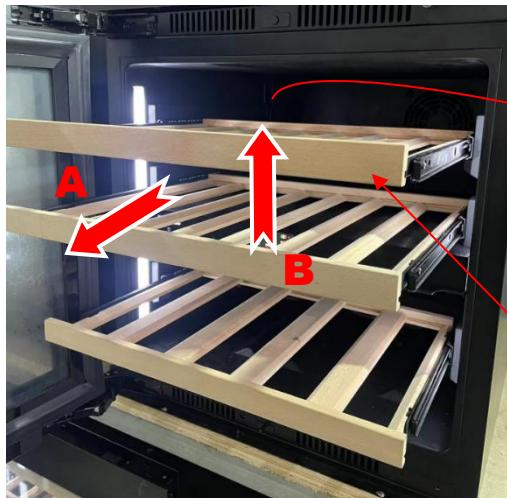
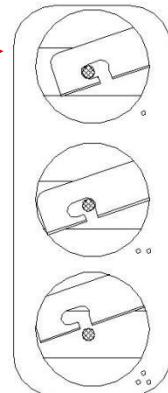

Abb. 1
Abb. 2
Ziehen Sie das Regalbrett (A) heraus und heben Sie die Vorderseite des Regalbretts (B) an (**Abb. 1**), drücken Sie dann die beiden Seiten der Rückseite des Regalbretts in die entsprechende Position (C) und heben Sie das Regalbrett gleichmäßig an und ziehen Sie es dann heraus (D) (**Abb. 2**).